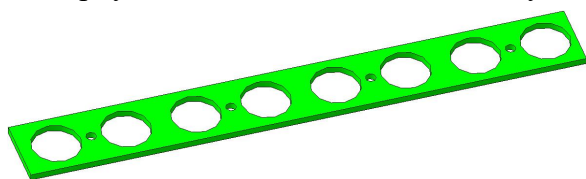

Рис.5 Кондуктор-фиксатор.
5.10. При засорении мундштуков (6) наконечников (5), которое проявляется в уменьшении длины пламени, необходимо прочистить их, открутив мундштук с помощью ключа S17, удерживая наконечник ключом S24. Для этого надо разобрать кожух горелки (см. п.5.11), установить на все корпуса наконечников кондуктор-фиксатор (см. рис.5) и откручивать мундштуки. Так же кондуктор следует применять при подтягивании затяжки гаек (3, 4) крепления наконечников. Откручивание мундштуков без раскрепления корпусов наконечников кондуктором не допускается. В противном случае наконечники сместятся, и потребуются повторное выравнивание положения корпусов с помощью данного кондуктора-фиксатора.